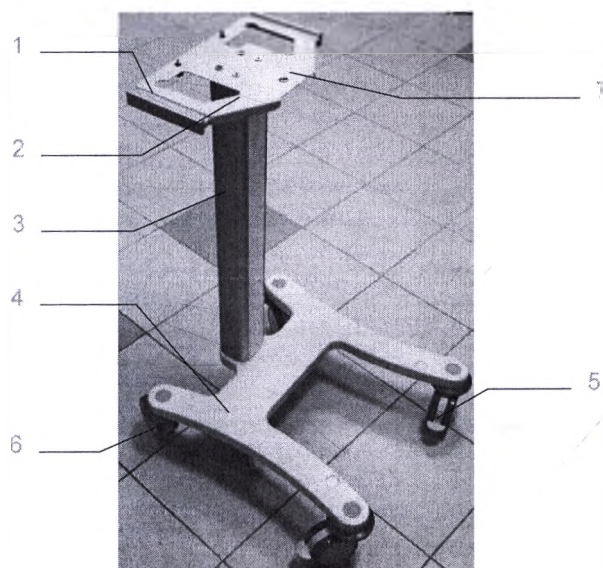

Рисунок 2-4. Транспортная тележка (исполнение 3)
- ☐ Основание с поворотными колесами в сборе (рис. 2-4, позиция 4)
- ☐ Колонна тележки (рис. 2-4, позиция 3)
- ☐ Стол тележки для установки аппарата (рис. 2-4, позиция 2)